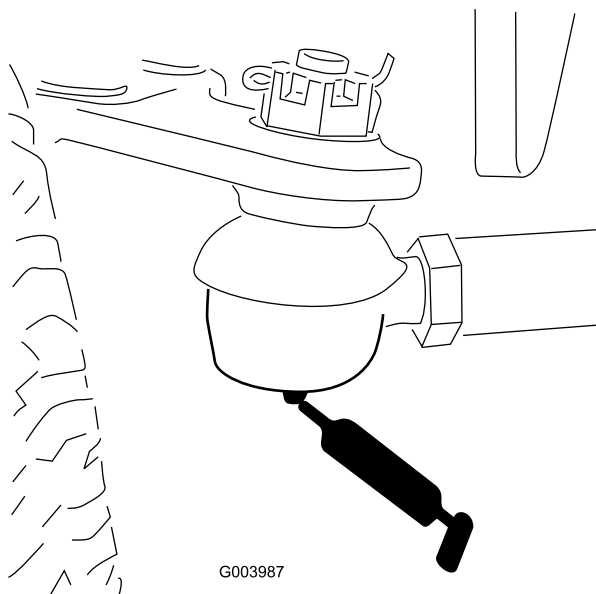

Figure 47
- Bielle de essieu arrière (2) (Figure 47).